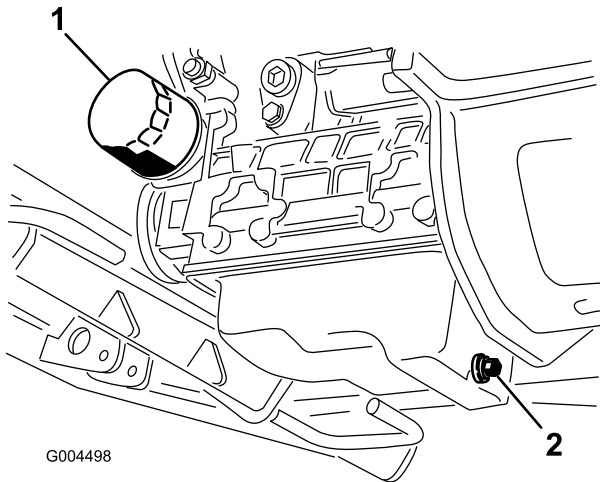

Figura 41
3. Coloque un recipiente debajo del capó, alineado con el tapón de vaciado (Figura 41).
6. Retire el filtro de aceite e instale uno nuevo (Figura 41).